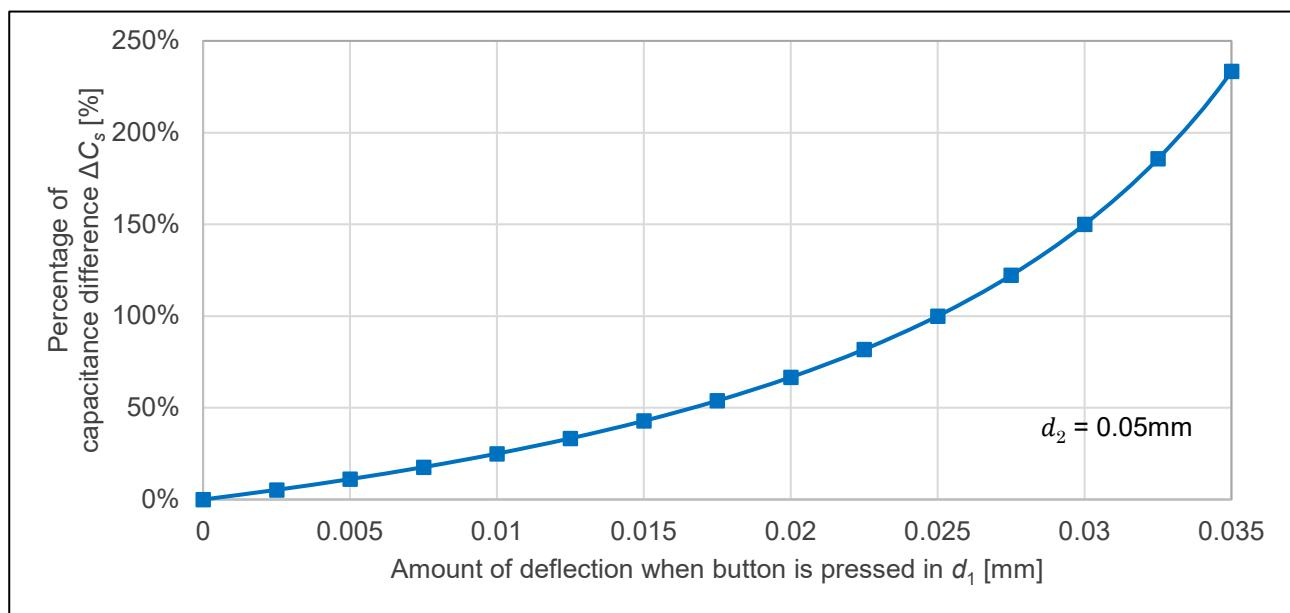

図 6-16 静電容量変化 ΔC_s と応力による金属パネルのたわみ d_1 の関係（参考値）
(2)式より、比誘電率 $\varepsilon_r \approx 1$ 、電極直径 $D=20[\text{mm}]$ 、スペーサ厚 $d_2 = 0.05\text{mm}$ のときのボタン部の押し込んだときのたわみ量 d_1 と静電容量変化率 ΔC_s との関係は図 6-16 のようになります（参考値）。